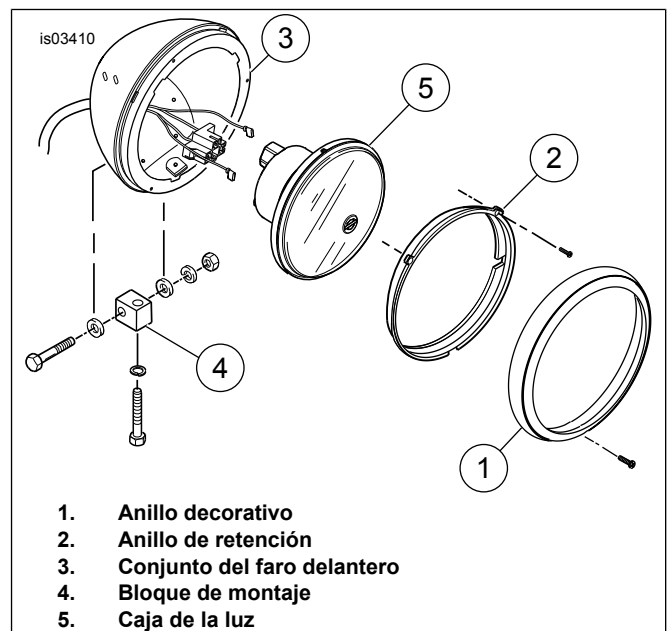

Figura 1. Conjunto del faro delantero
1. Vea la Figura 1. Quite el tornillo del anillo decorativo y el anillo decorativo (1).
- Vea la Figura 1. Quite el bloque de montaje (4) y los elementos de sujeción del bloque de montaje.